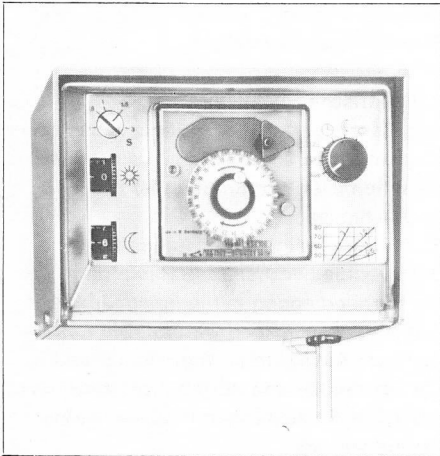

Bild 1 Zentralgerät ELFATHERM M/MF
- a) Zentralgerät zur Montage auf den Heizungs mischer (Bild 1)